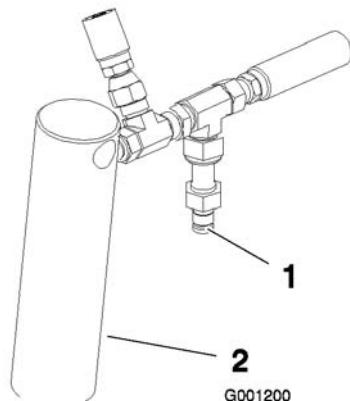

Bild 12
3. Schließen Sie ein Manometer an den Testanschluss hinter dem rechten Hubzylinder an (Bild 12).